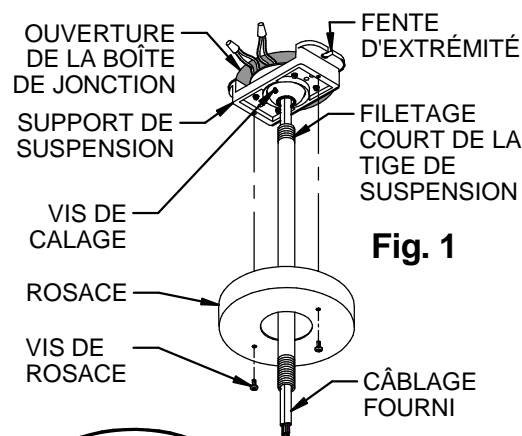

Fig. 1
- Déballez le support de suspension et la tige de suspension du carton du cylindre. Déposer la rosace après avoir retiré ses deux vis de fixation sur le support de suspension. Visser l'extrémité filetée courte de la tige de suspension dans la rotule du support de suspension puis serrer la vis de calage pour empêcher la tige de suspension de se dévisser de la rotule. Enfiler le câblage d'alimentation (et le câblage de commande le cas échéant) à travers la tige de suspension comme sur l'illustration. Effectuer le raccordement à la terre sur la vis de terre du support de suspension et attacher le support à une boîte octogonale de 89 mm (3,5 po) ou 102 mm (4 po) correctement installée (non fournie) conçue pour supporter le poids du luminaire (**Fig. 1**). **REMARQUE :** Les encoches aux extrémités du support en fonte sont prévus pour renforcer la fixation. Il est conseillé de visser des tire-fonds supplémentaire dans la structure du bâtiment à travers ces encoches pour les installations où des vibrations sont possibles.